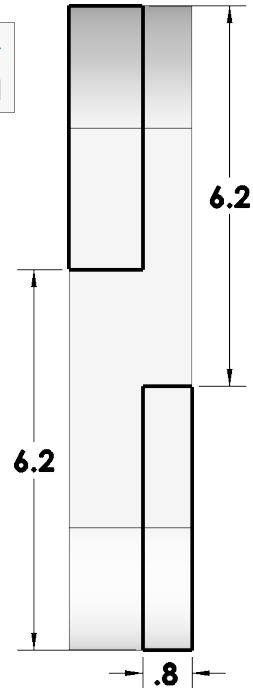

Fig. 13
Step 8. Add dimensions, **Fig. 13**.